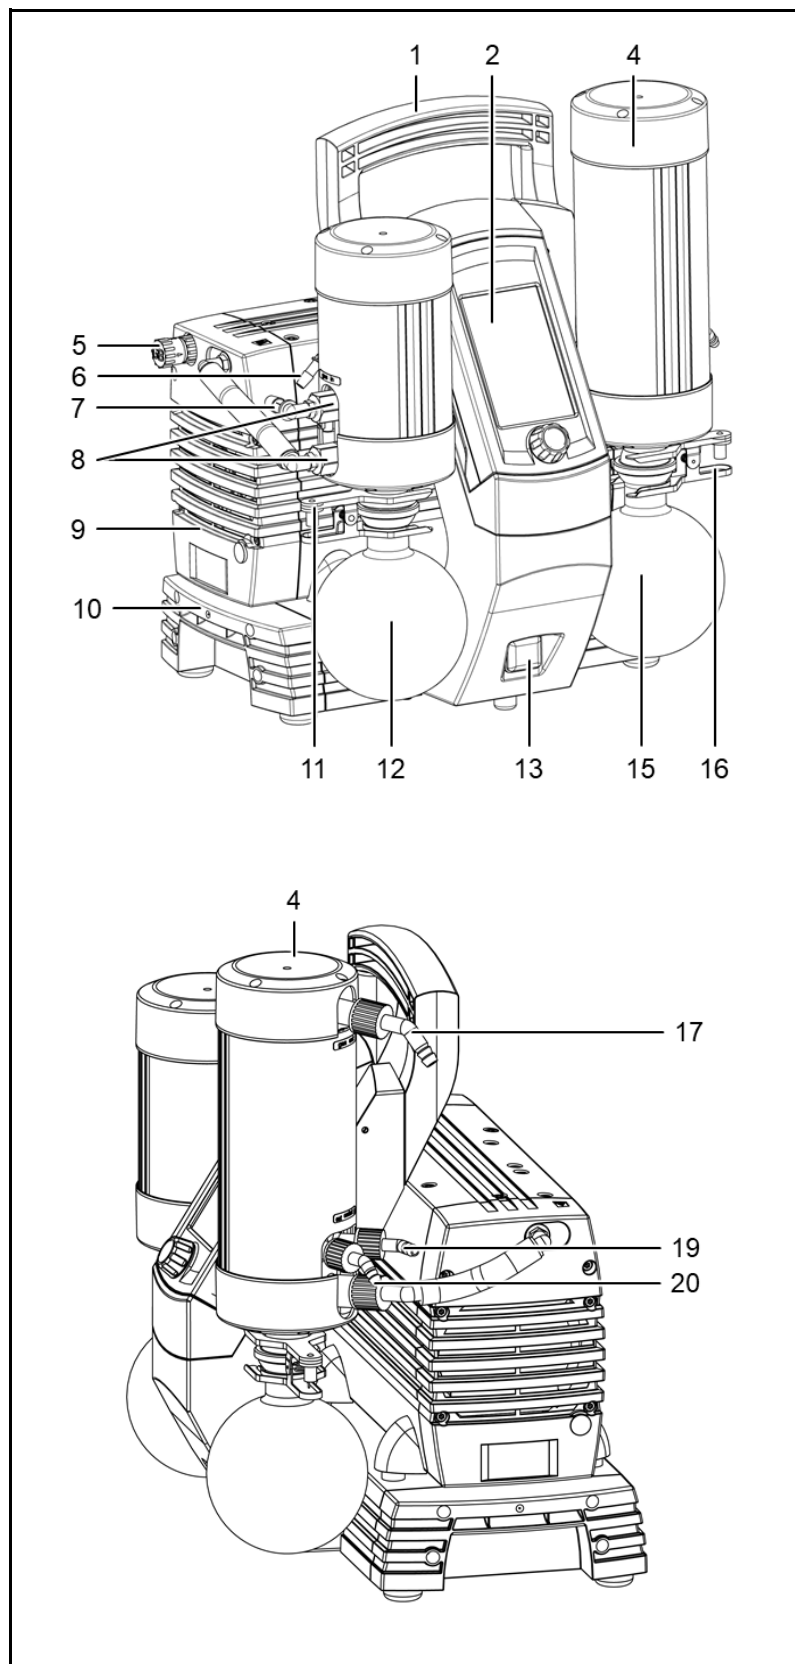

Figura 2: Sistema de bomba la vacío SC 920G
El matraz colector (Figura 2/12) almacena en el lado de succión de la bomba aquellas partículas y gotas que fueron, en contra de los requisitos de la bomba, succionadas del recipiente de vacío. El matraz colector está recubierto (protección de implosión) y se fija al sistema de bomba de vacío a través de la pinza del matraz.
Los disolventes depositados en el condensador de alto rendimiento son acumulados en el matraz colector recubierto (protección ante explosiones) (Figura 2/15). La pinza del matraz asegura el matraz de vidrio a la pestaña del condensador. Un sistema de refrigeración circulante o agua fría corriente enfría el condensador de alto rendimiento logrando la temperatura de condensación.
1. Conecte la recipiente de vacío al racor de la entrada de gas (Figura 2/7, página 12). Para ello se debe utilizar un tubo de vacío.
2. Conecte el tubo de descarga del gas al condensador de alto rendimiento (Figura 2/17, página 12).
3. Conecte el sistema de refrigeración a la entrada y salida del condensador de alto rendimiento (Figura 2/19 y 20, página 12).